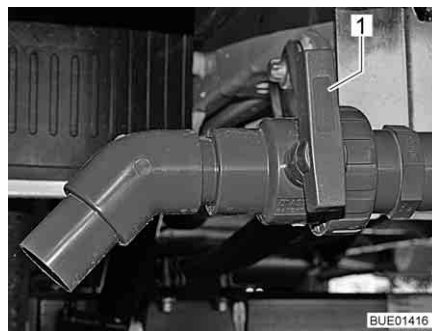

Fig. 214 Rubinetto di scarico (esterno)
- Ruotare la maniglia (Fig. 214,1) del rubinetto di scarico nella direzione di scorrimento. Le acque grigie vengono così scaricate attraverso un rubinetto a sfera.